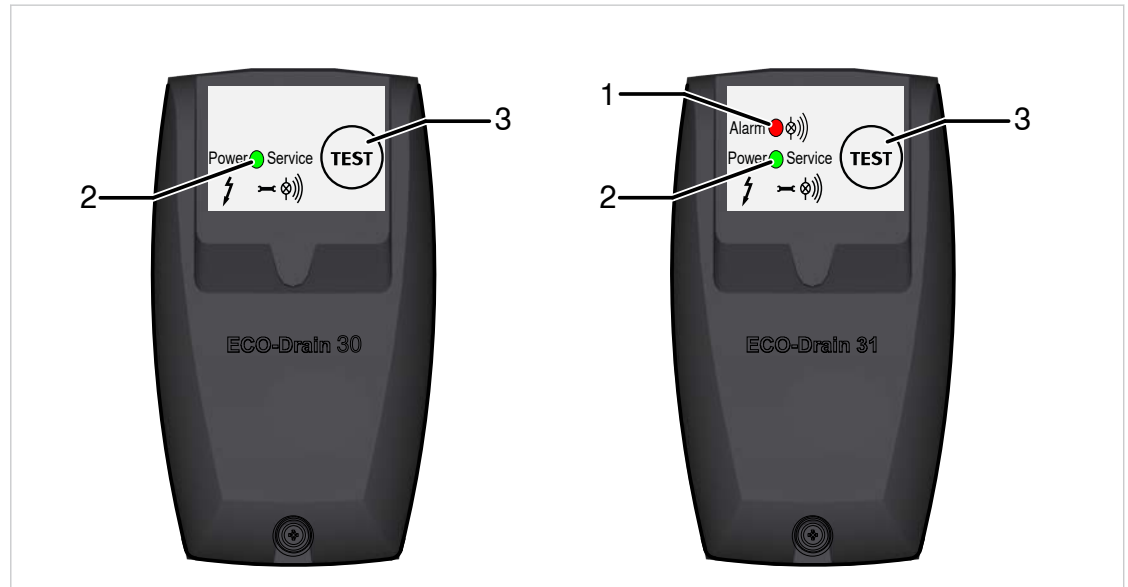

Abb. 16 Kondensatableiter prüfen
1. Prüfen, ob das Absperrventil ⑨ geschlossen ist.
2. Taste TEST (③ Abb. 16 Kondensatableiter prüfen) für mindestens 2 s gedrückt halten, um den Kondensatableiter zu entlüften.
- ❓ Falls der Kondensatableiter durch Drücken der Taste TEST nicht entlüftet werden kann, Überwurfmutter ⑬ am Absperrventil ⑨ langsam lockern, bis die Druckluft durch die Entlüftungsbohrung entweicht. Beim Entweichen der Druckluft hören Sie kurzzeitig ein Pfeifen. Andernfalls ziehen Sie die Überwurfmutter wieder fest und kontaktieren einen autorisierten Servicepartner.
3. Verschraubung ⑥ an Kondensatableitung vollständig herausdrehen.
4. Rasthaken ⑤ drücken und Steuereinheit ② vorsichtig von der Service-Unit ① abnehmen.
5. Einschraubteil ⑪ aus der Service-Unit ① herausdrehen und aufbewahren.
6. Isolierung ⑭ von der Service-Unit entfernen.